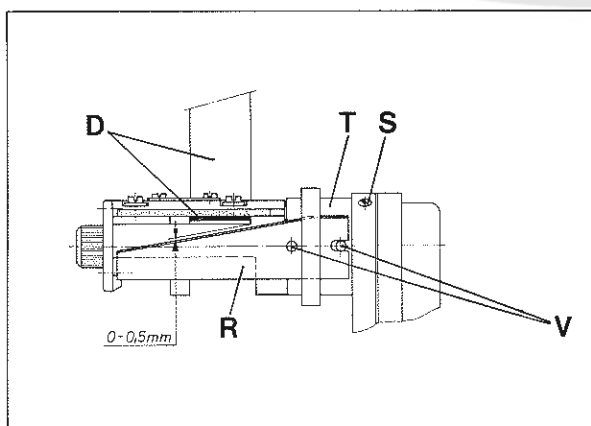
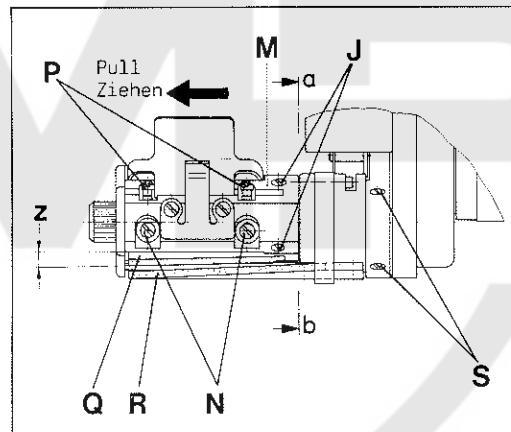
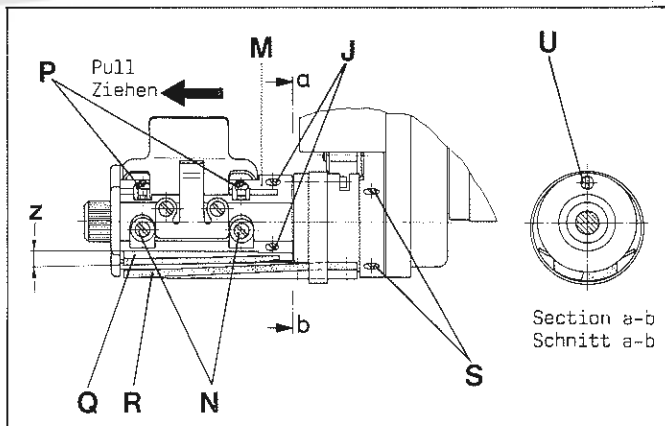

Fig.50
Fig. 49
Fig.51
Loosen the two screws (N, Fig. 49) very slightly and set with stop screws (P) the lower knife (Q) down so far that the cutting edges of upper and lower knife will press slightly against each other at the right where the cutting starts.
Lösen Sie die beiden Schrauben (N, Fig. 49) ganz leicht und stellen Sie mit den beiden Anschlägschrauben (P) das Untermesser (Q) soweit nach unten, daß die Schneidkanten von Ober- und Untermesser rechts, wo das Schneiden beginnt, leicht gegeneinander drücken.
Now by further turning in the left screw (P) set the lower knife (Q) in a slightly slanting position (shear angle z , Fig. 49), so that both knives remain in punctual contact while cutting. Tighten the two screws (N) and secure the position of stop screws (P) with engineering adhesive.
Loosen screw (S, Fig. 50) and rotate bushing (T) with upper knife (R) so that there will be a distance of 0 to 0,5 mm (0 to .020 in.) for the tape (D), see Fig. 50. Retighten screw (S).
Loosen screws (J, Fig. 49) and pull-off knife holder assembly (M) in direction of the arrow (see Fig. 49) and remove the plastic washer. Turn clamp bolt (U, Fig. 51) in any direction by 180° and remove the upper knife (R, Fig. 50).
Insert a new upper knife on bolts (V) and turn clamp bolt (U, Fig. 51) again by 180° which fastens the knife.
Replace the plastic washer and slip-on knife holder assembly (M, Fig. 49), rotate it into the correct position with respect to the lower knife (R) and retighten screws (J).
Stellen Sie nun durch weiteres Eindrehen der linken Schraube (P) das Untermesser (Q) leicht schräg (Scherwinkel z , Fig. 49), so daß beim Schneiden beide Messer punktförmig in Kontakt bleiben.
Lösen Sie die Schraube (S, Fig. 50) und verdrehen Sie die Buchse (T) mit dem Obermesser (R) so, daß für das Band (D) ein Abstand von 0 bis 0,5 mm entsteht, siehe Fig. 50. Ziehen Sie die Schraube (S) wieder an.
Lösen Sie die Schrauben (J, Fig. 49) und ziehen Sie den kompletten Messerhalter (M) in Pfeilrichtung (siehe Fig. 49) ab und entfernen Sie die Kunststoffscheibe. Drehen Sie den Spannbolzen (U, Fig. 51) in beliebiger Richtung um 180° und entfernen Sie das Obermesser (R, Fig. 49).
Setzen Sie ein neues Obermesser auf die Bolzen (V) und drehen den Spannbolzen (U, Fig. 51) wieder um 180°, damit ist das Messer befestigt.
Legen Sie die Kunststoffscheibe auf und schieben Sie den kompletten Messerhalter (M, Fig. 49) wieder ein, verdrehen Sie ihn in die richtige Stellung zum Untermesser (R) und ziehen Sie die Schrauben (J) wieder an.